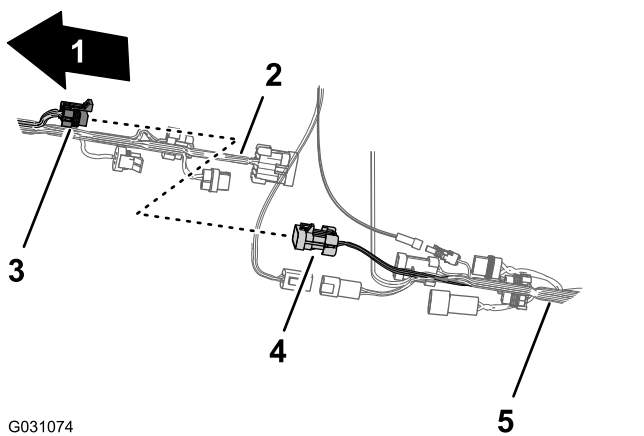

Рисунок 88
2. Подсоедините 10-гнездовой разъем переднего жгута проводов для промежуточного соединения жгута проводов опрыскивателя к 10-штыревому разъему заднего жгута проводов для промежуточного соединения жгута проводов опрыскивателя (Рисунок 88).